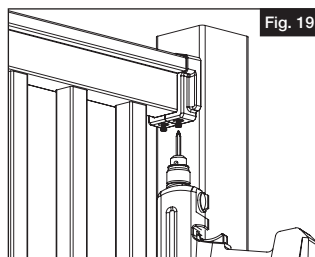

Fig. 19
- d. En serrant fortement le couvercle du support pour le fermer, percer deux avant-trous pour les deux trous situés en dessous au moyen d'un foret de $\frac{5}{32}$ po (4 mm). Puis, enfoncer deux vis à tête carrée no 10 x 1 po (25 mm) à travers le couvercle et le support métallique jusque dans la main courante (Fig. 19).